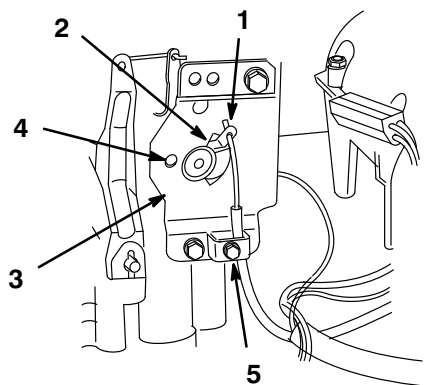

Figure 5
1. Mettre la commande des gaz en position RAPIDE (Fig. 5).
2. Accrocher le câble en Z dans le trou de la commande des gaz (Fig. 5).
3. Desserrer la vis du serre-câble pour permettre le passage du câble, mais ne pas la resserrer (Fig. 5).